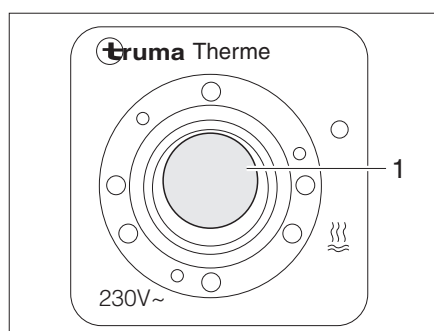

Fig. 134 Commutateur de commande du Therme
Le commutateur de commande (Fig. 134) permet la mise en service en mode de fonctionnement électrique. Le voyant de contrôle (Fig. 134,1) placé sur le commutateur doit s'allumer.
- Mettre le commutateur de commande (Fig. 134) en marche. Le voyant de contrôle (Fig. 134,1) placé sur le commutateur s'allume.
- Mettre le commutateur de commande (Fig. 134) hors circuit. Le voyant de contrôle (Fig. 134,1) placé sur le commutateur s'éteint.
- Mettre le commutateur de commande (Fig. 134) hors circuit. Le voyant de contrôle (Fig. 134,1) placé sur le commutateur ne s'allume pas.